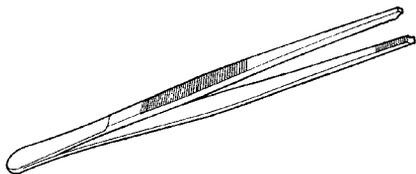

Рис. 5.20. Пинцет позволяет работать с пинами и небольшими деталями замков (С разрешения компании Ilco Unican Corp.)
- Пинцеты для извлечения пинов (рис. 5.20)